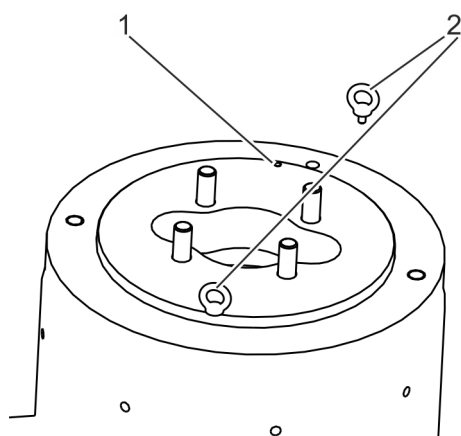

Fig. 10: Vissage des anneaux de levage dans le couvercle de serrage
2. ➔ Visser les anneaux de levage (Fig. 10/2) dans les alésages filetés (Fig. 10/1) sur le couvercle de serrage.
3. ➔ S'assurer que les anneaux de levage (Fig. 10/2) sont complètement vissés dans le couvercle de serrage.
4. ➔ Élinguer les anneaux de levage (Fig. 10/2) à l'engin de levage.